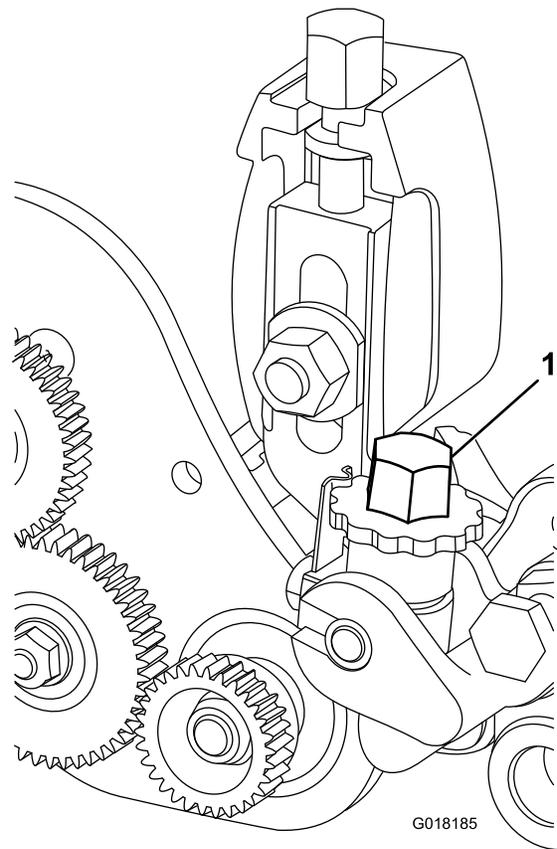

Figure 21
6. Tournez le bouton de réglage de hauteur du groomer (Figure 21) pour élever ou abaisser la pointe de la lame à la hauteur voulue.